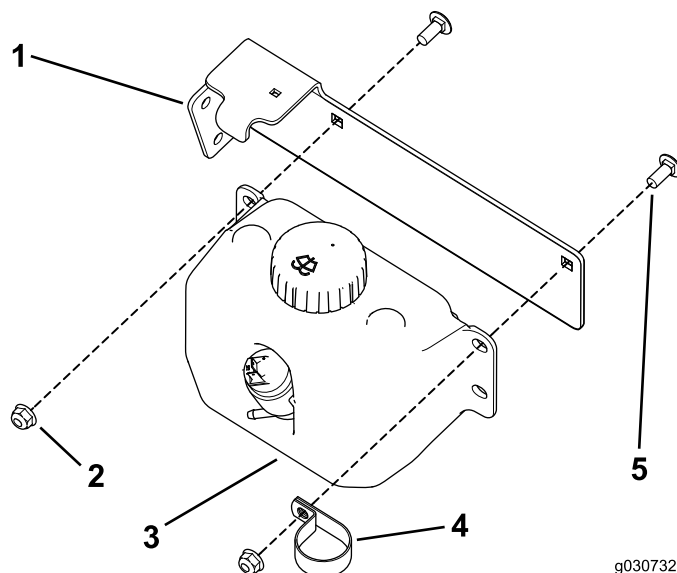

Рисунок 32
3. Прикрепите бачок омывателя и R-образный хомут к креплению бачка с помощью двух каретных болтов и контргайк (Рисунок 32)